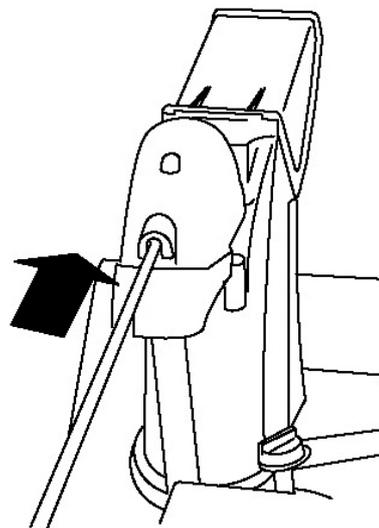

Рисунок 15.
4. Вставьте передний конец штока в отверстие в задней части крышки передачи желоба, пока он не войдет в передачу желоба (Рис. 15).